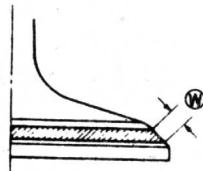

图 1-35
14. 检查气门头部与气门座接合面的烧损、磨损情况，轻的可以修复，严重的必须更换新气门。将气门涂上普鲁士蓝在气门座进行研磨，所形成的染色印必须连续不断，其染色环宽度应在 0.9~1.1 毫米之间，如图 1-35 所示。若达不到要求时，应对气门座进行修整。